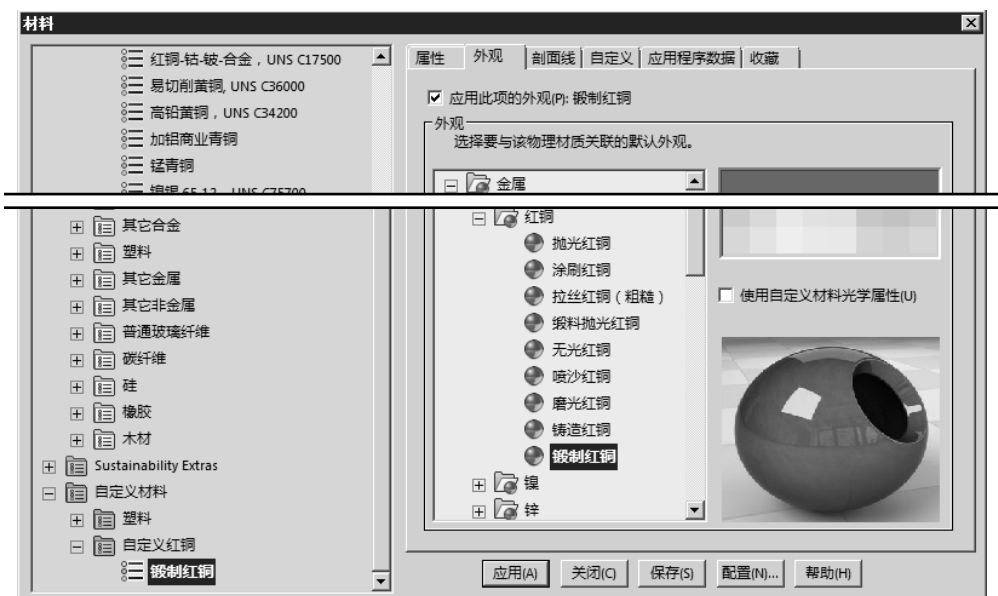

图 5.4.5 “外观”选项卡
(5) 单击 **外观** 选项卡, 在该选项卡的列表中选择 **锻制红铜** 选项, 如图 5.4.5 所示。